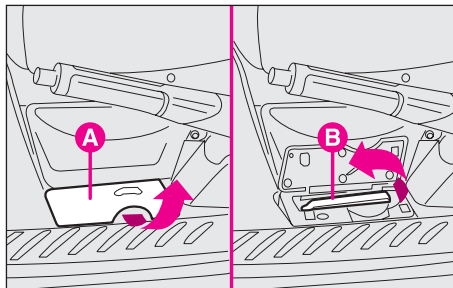

fig. 160
- levante la tapa de protección **A**-fig. 160 de la palanca ubicada junto al asiento del lado conductor;
- tire de la palanca de desenganche **B**-fig. 160 en el sentido de la flecha;